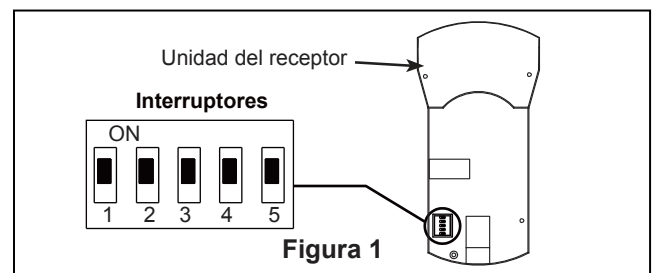

Figura 1
- ☐ 1. Para configurar el código de unidad del receptor. Deslice los interruptores de código a las mismas posiciones que en el transmisor. (Figura 1)